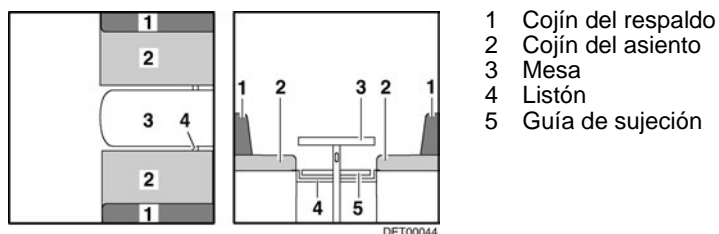

Fig. 96 Antes de la transformación
- Transformar la mesa (Fig. 96,3) en base de cama (véase apartado 7.7).
- Según el modelo, meter el listón (Fig. 96,4) o tirarlo hacia dentro. El listón tiene la posición correcta cuando soporta el tablero de mesa aprox. 15 - 20 cm detrás de la pata de mesa.